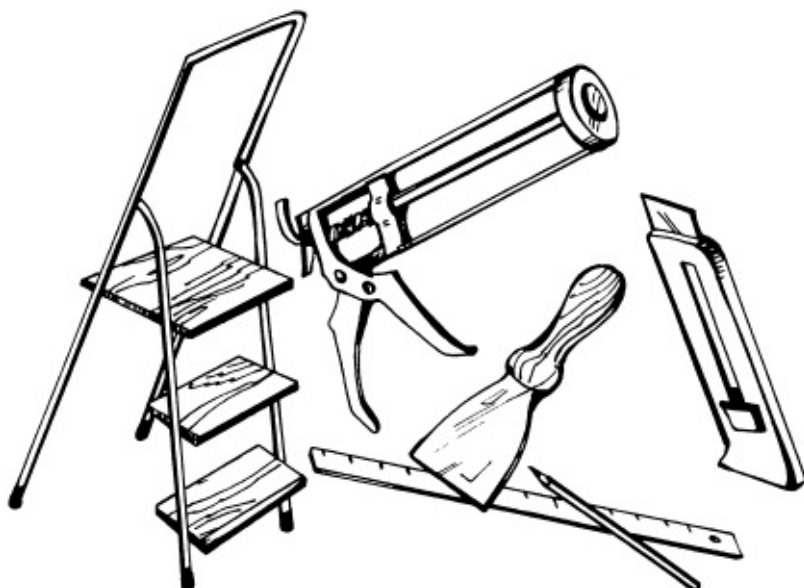

Рис. 4. Набор необходимых инструментов для монтажа клеевого потолка
- простой карандаш для разметки потолка (рис. 4);